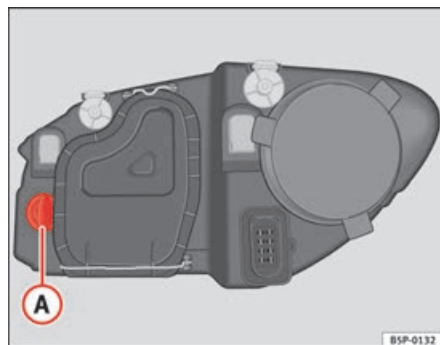

Fig. 187 Lampada luce indicatore di direzione
- Ruotare il portalampade ⇒ fig. 187 **A** verso sinistra e tirare.